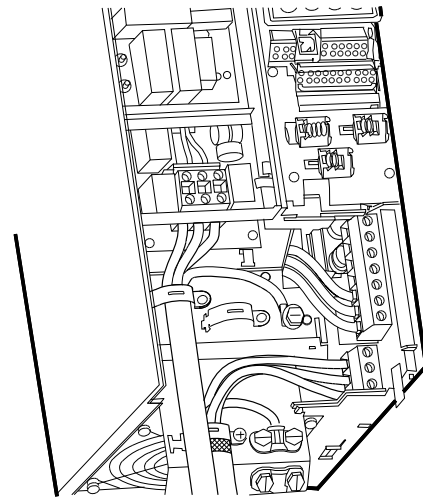

Fig. 16 Conexión de motor y red, B3
1. Conecte el conductor de tierra al terminal 95 (PE). Véanse las fig. 16 y 17.
1. Conecte el conductor de tierra al terminal 99 (PE). Véanse las fig. 16 y 17.
2. Conecte los conductores del motor a los terminales 96 (U), 97 (V), 98 (W).